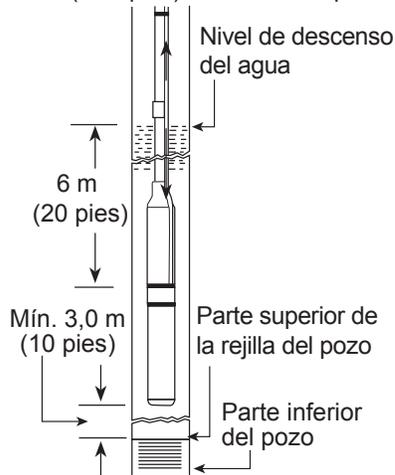

Figura 4
8. La bomba completa y el motor deberían estar sumergidos al menos seis metros (veinte pies) por debajo del nivel de descenso del pozo, y el motor debería estar a un mínimo de tres metros (diez pies) del fondo del pozo (Figura 4).